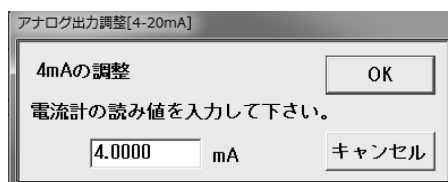

図44
- ③ 図44のような画面が現れますので、現在出力している電流計の読値を入力し、「OK」ボタンをクリックしてください。